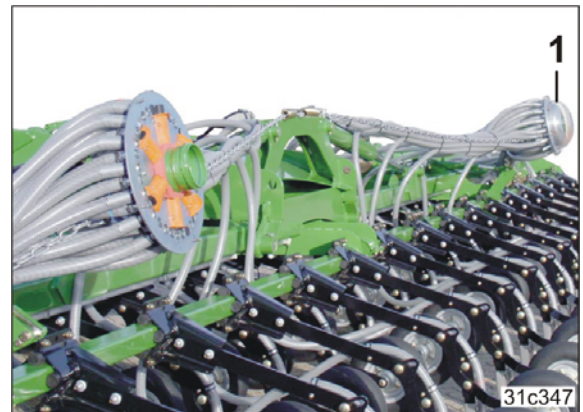

Fig. 279
3. Das Steuergerät *grün* solange betätigen, bis beide Verteilerköpfe eingeklappt sind (Fig. 279/1, Parkstellung).